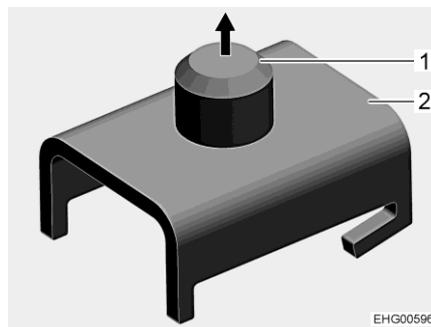
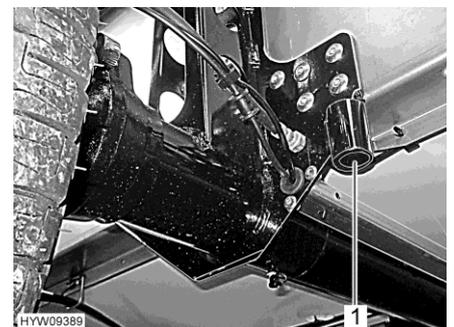

Fig. 242 Adaptateur pour fixation de l'essieu arrière
Fig. 243 Fixation de l'essieu arrière
- Si une roue doit être changée sur l'essieu arrière : Fixer l'adaptateur (Fig. 242,2) sur le cric.
- Introduire un boulon (Fig. 242,1) dans la fixation de l'essieu arrière (Fig. 243,1).